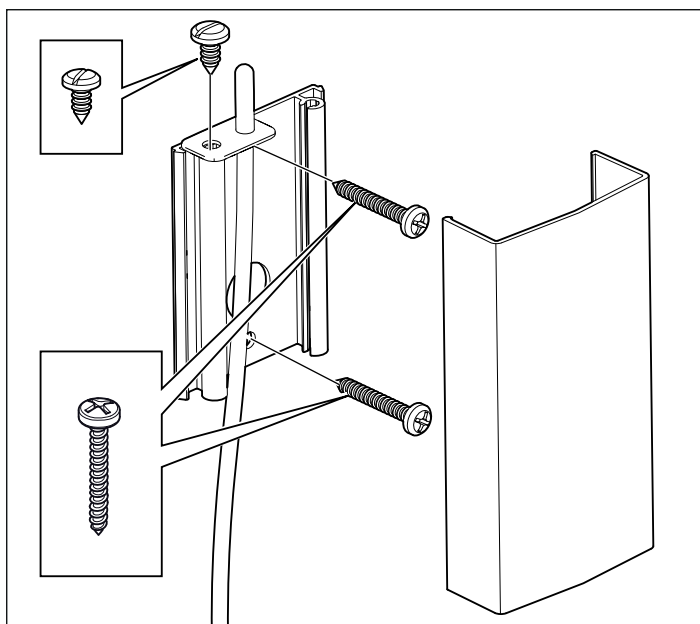
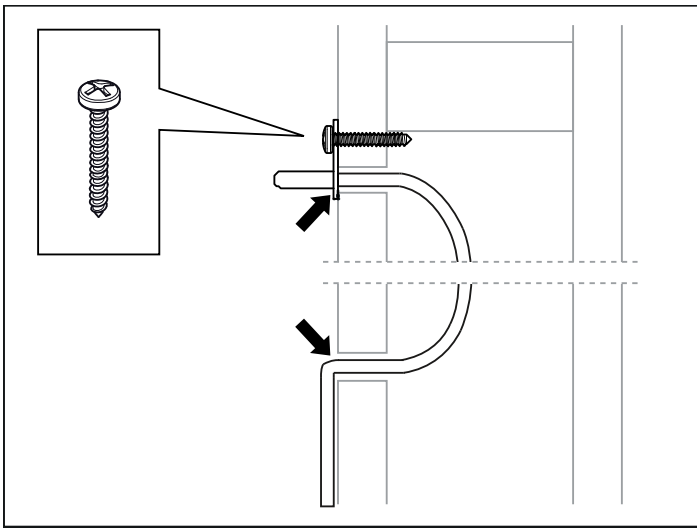

Fig. 14 : Montage du capteur
Fig. 15 : Boucher les orifices, le cas échéant
13. Installer le capteur sur la cloison, voir la figure 14. Le câble du thermistor peut également passer à travers la cloison. Boucher, le cas échéant, les orifices dans la cloison derrière le capteur, voir la figure 15, page 23. Il est possible de prolonger le câble du thermistor en utilisant un câble (2 conducteurs) basse tension, à l'extérieur du sauna.